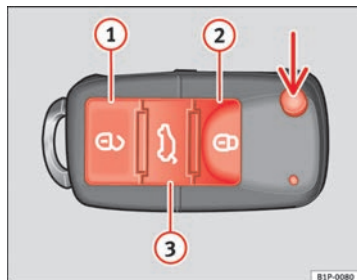

Fig. 61 Teclas de la llave con mando a distancia
Con la tecla $\Rightarrow$ fig. 61 (flecha) del mando, se desbloquea el paletón de la llave.
Desbloqueo del vehículo $\Rightarrow$ fig. 61 ①. Las puertas y el portón trasero se desbloquean.
Bloqueo del vehículo $\Rightarrow$ fig. 61 ②
Desbloqueo del portón trasero. Pulse la tecla $\Rightarrow$ fig. 61 ③ hasta que todos los intermitentes del vehículo parpadeen brevemente. Al pulsar la tecla de desbloqueo $\Rightarrow$ fig. 61 ③, dispone de 2 minutos para abrir el portón. Una vez transcurrido este tiempo se bloqueará de nuevo.
Además, el testigo de la pila de la llave $\Rightarrow$ fig. 61, parpadea.
Pulsando una vez la tecla $\Rightarrow$ fig. 61 ①, se abrirá sólo la puerta de conductor, permaneciendo el resto cerradas.
- Pulse la tecla  ⇒ página 107, fig. 61 del mando a distancia.